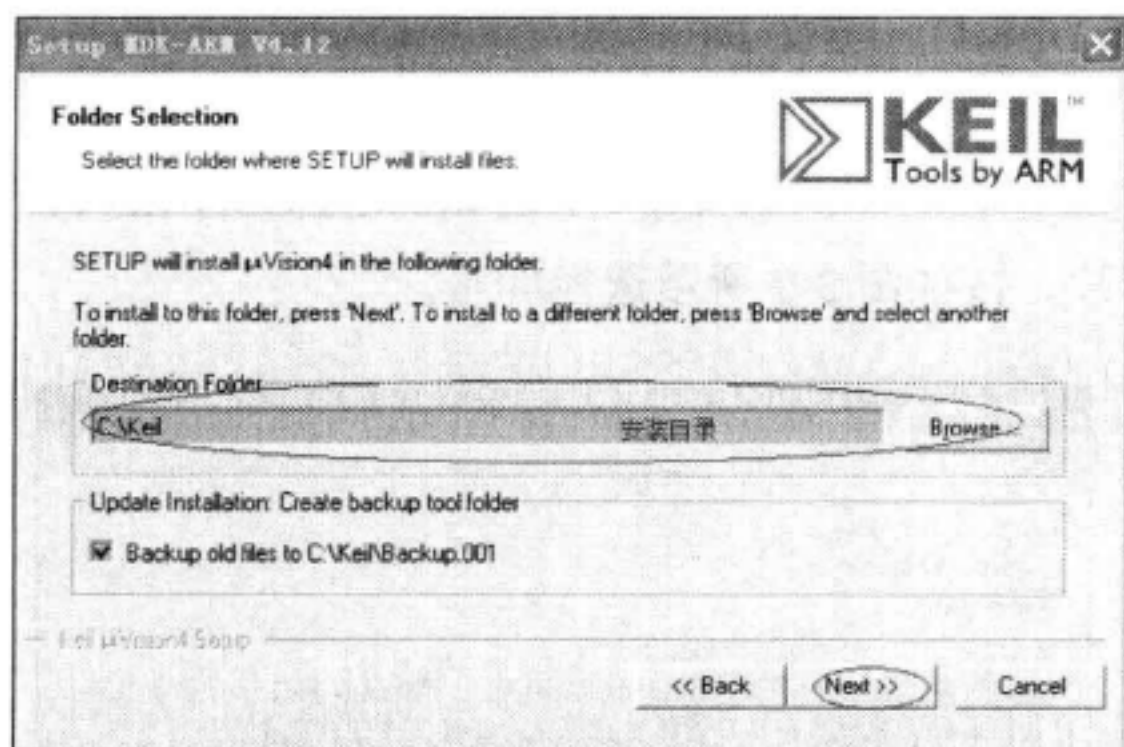

图 3-3 安装步骤 3
- 3) 点击 Next 按钮，默认安装在 C:\Keil 目录下，如图 3-3 所示。